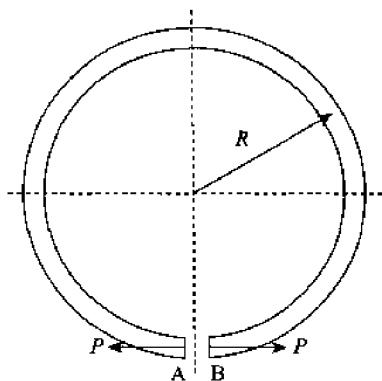

图 9-33
1. 抗弯刚度为 EI , 曲率半径为 R 的开口圆环等截面曲杆, 在开口处的 AB 点作用一对集中力 P , 如图 9-33 所示 (AB 间距离不计)。不计剪力的影响, 试求开口处两侧截面 A, B 相应于载荷方向的张开位移。